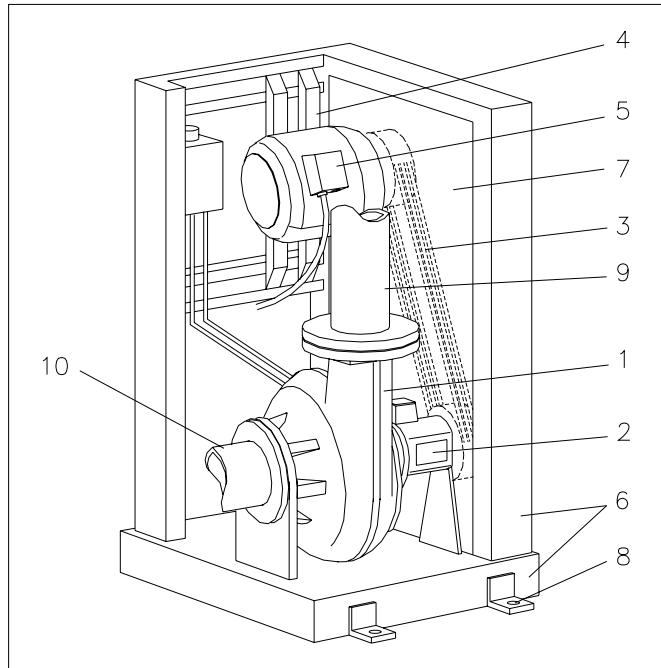

Fig. 7.7
Når pumpen drives med kileremtræk. Jfr. fig. 7.7.
- Foden fæstnes til funderingen ved de 4 befæstelseshul jfr. fig. 7.7 pos. 8.